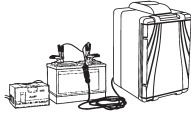

FIGURE 1
2. Un chargeur de batterie de 12 volts - AUTOMATIQUE de 6 à 10 AMPERES ou MANUEL de 6 volts - branché sur batterie de 12 volts, voyez la figure 1.